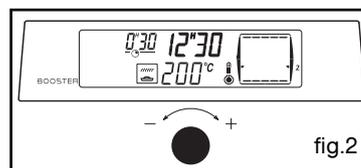

fig.2
- Après ces 3 actions, le four chauffe et l'indicateur  dans l'afficheur s'allume, vous indiquant que la fonction est en service. Cinq minutes avant la fin de cuisson, l'indicateur "GRIL SAVEUR" clignote (fig.2).